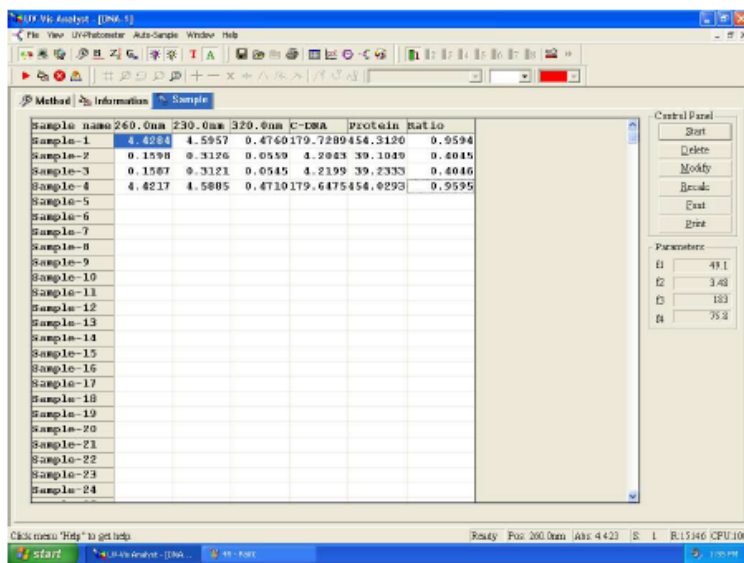

Fig. 4-47
7. Repite los pasos 5-6 to para medir todas las muestras (Fig 4-47)